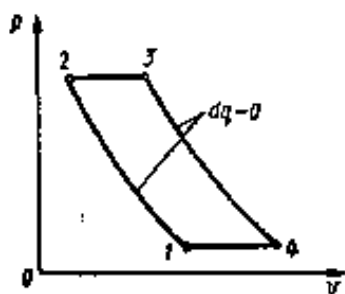

Рис. 1
1. Определить термический к.п.д.  $\eta_t$ , относительный к.п.д.  $\eta_0 = \eta_t / \eta_K$  и работу цикла  $l_{\text{ц}}$  газотурбинной установки (ГТУ) с подводом теплоты по изобаре (рис. 1), если параметры рабочего тела на входе в компрессор  $p_1 = 0,1$  МПа,  $t_1 = 0^\circ\text{C}$ ; степень повышения давления в компрессоре  $\beta = p_2/p_1 = 9$ ; температура газов, поступающих на лопатки турбинного колеса,  $t_3 = 510^\circ\text{C}$ ; рабочее тело - 1 кг сухого воздуха,  $k=1,41$ ;  $c_p=1,005$  кДж/(кг·К).
2. В термодинамическом цикле ГТУ с подводом теплоты при  $p = \text{const}$  (рис. 1) известны следующие параметры:  $t_1 = 17^\circ\text{C}$ ;  $\beta = p_2/p_1 = 3,5$ ;  $t_3 = 650^\circ\text{C}$ . Определить удельные индикаторный и эффективный расходы топлива в установке, если теплотворная способность топлива  $Q_p^H = 41\,000$  кДж/кг, расход воздуха  $M_B = 5000$  кг/ч, относительный индикаторный (внутренний) к.п.д. установки  $\eta_{0i} = 0,73$ , механический к.п.д.  $\eta_M = 0,88$ . При расчете пренебречь разницей в физических свойствах воздуха и продуктов сгорания топлива, а также количеством теплоты, идущим на нагревание топлива и стенок камеры сгорания, и потерями теплоты от неполноты сгорания топлива. Рабочее тело - 1 кг сухого воздуха,  $\kappa = 1,41$ ;  $c_p = 1,005$  кДж/(кг·К).